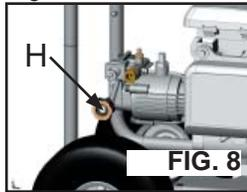

FIG. 8
4. **Verifique que la malla del filtro (H)** esté en la entrada de agua de la bomba. (Fig. 8)